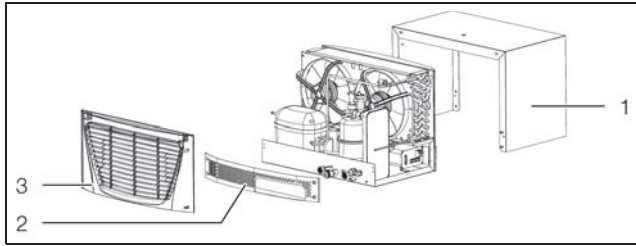

Abb. 40: Vorbereitung SPS-Anschluss (3318.600, 3318.610 und 3319.600, 3319.610)
- Demontieren Sie das Lamellengitter (Abb. 40, Pos. 3) an der Rückseite des Chillers.
- Demontieren Sie den Gürtel (Abb. 40, Pos. 2) und das Gehäuse (Abb. 40, Pos. 1).